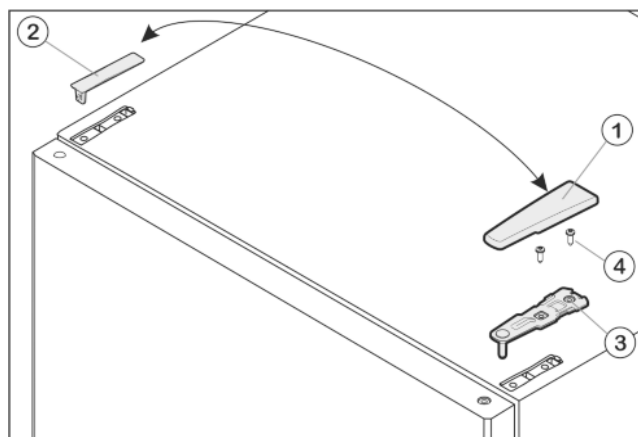

Fig. 6
- ▶ Skinite pokrov Fig. 6 (1) prema naprijed i gore.
- ▶ Podignite pokrov Fig. 6 (2).
- ▶ Odvijte gornji podložak ležaja Fig. 6 (3) (2 puta Torx® 25) Fig. 6 (4) i izvucite ga prema gore.
- ▶ Umetnite gornji podložak ležaja Fig. 6 (3) na novu stranu šarke u vrata.
- ▶ Čvrsto pritegnite gornji podložak ležaja (s 4 Nm) (2 x Torx® 25) Fig. 6 (4). Eventualno probušite šilom ili odvijačem na baterije rupe za vijke.
- ▶ Postavite izvana pokrov Fig. 6 (1) i pokrov Fig. 6 (2) uvijek na suprotnu stranu i pustite ih da uskoče.